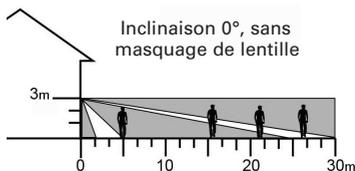

Figure 1. Couverture optimale
**Remarque :** La portée de la Figure 1 se réduit à 20 m en masquant la partie supérieure de la lentille. Masquer la partie supérieure et programmer pour une portée minimale réduit la portée à 6 m.
obtenir une couverture similaire à celle de la Figure 1 (bien que la sensibilité soit alors réduite).